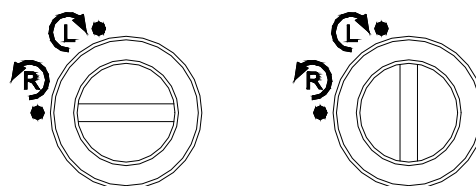

Fig. 4
**VORSICHT:** Nach der Wahl der Drehrichtung muß der Schlitz der Schraube immer entweder genau senkrecht oder genau waagrecht stehen, da die Pumpe sonst nicht einwandfrei funktioniert und es eventuell zu Schäden kommen kann (Fig.4).